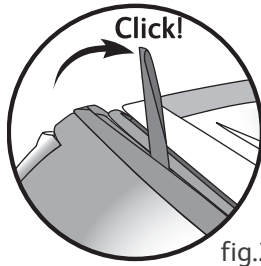

fig.2
- Verrouillage - **fig.2**
- Posez le fer sur la plaque repose-fer de la centrale vapeur et rabattez l'arceau de maintien sur le fer jusqu'à l'endenchement du verrouillage (identifié par un "clic" sonore) - **fig.2**.